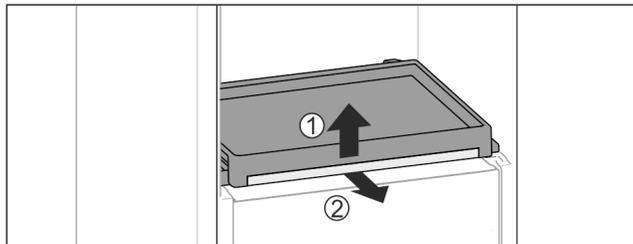

Fig. 111
- ▶ Rimuovere il ripiano estraibile con ripiano di vetro: sollevare leggermente in avanti il ripiano di vetro Fig. 111 (1) e tirarlo in avanti Fig. 111 (2).